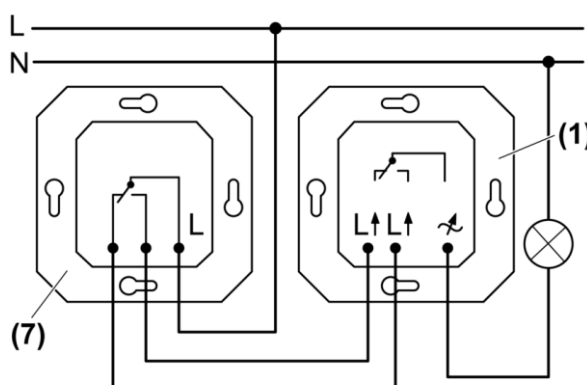

Рис. 3: Переключение на два направления
Подключите диммер (1) и переключатель (7) в соответствии со схемой (Рис. 3)